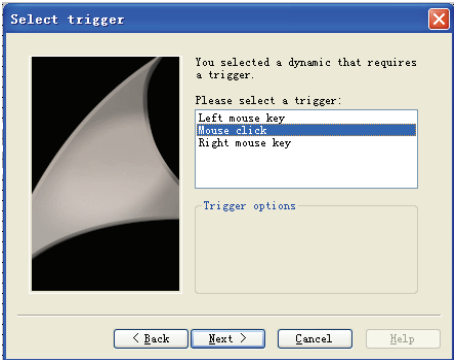

图 13-2 Select+trigger
- 3) 在“Select trigger”对话框中选择“Mouse click”，如图 13-2 所示。